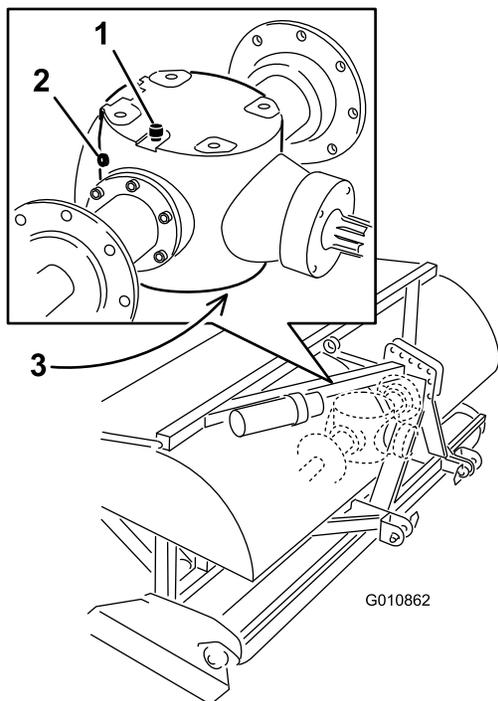

Figura 41
2. Rimuovete il tappo di controllo dalla trasmissione (Figura 41).
3. Verificate che il livello dell'olio nella trasmissione arrivi al bordo inferiore del foro del tappo di controllo (Figura 41).
1. Eliminate eventuali detriti dal tappo di sfiato/riempimento e dal tappo di spurgo per evitare la contaminazione dell'olio (Figura 41).